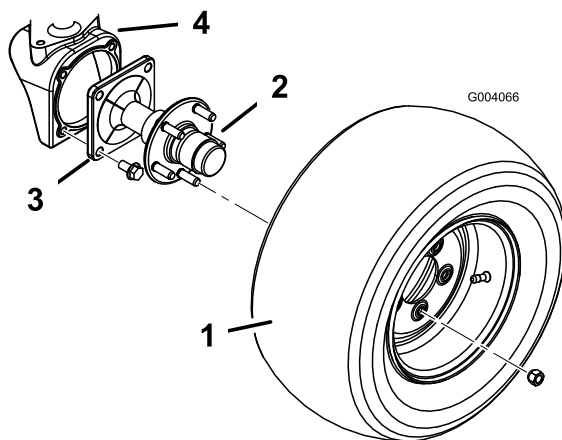

Figura 1
2. Retire las 5 tuercas que sujetan cada neumático trasero al cubo de la mangueta (Figura 1). Retire los neumáticos.
3. Retire los 4 pernos con arandela prensada que sujetan cada mangueta al alojamiento del motor de rueda (Figura 1). Retire las manguetas. No es necesario desmontar el cubo de la mangueta.